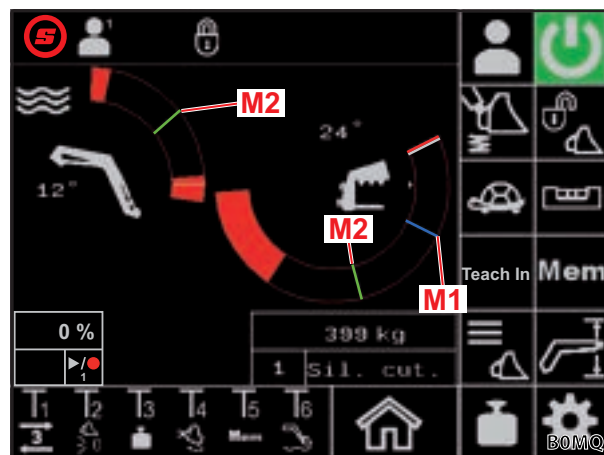

Fig. 19 Illustration av memory-positionerna M1 och M2 på huvudsidan
- (1) Tryck på funktionsknappen  (för lastarm) och/eller  (för redskap).
- (2) Flytta lastarmen och/eller redskapet till önskad position.
- (3) Tryck på funktionsknappen .
- ✓ Den aktuella positionen sparas som M1. På huvudsidan illustreras M1 med en blå linje i lastarmens resp. redskapets arbetsområde (se Fig. 19).
- ✓ Den aktuella positionen sparas som M2. På huvudsidan illustreras M2 med en grön linje i lastarmens resp. redskapets arbetsområde (se Fig. 19).